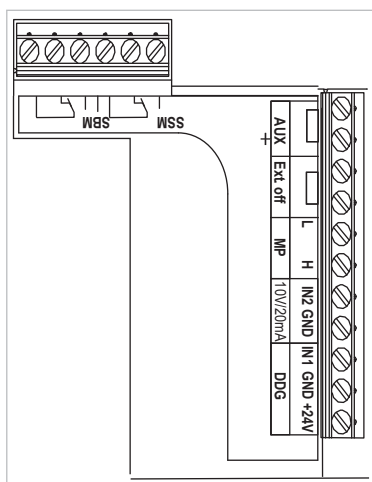

Fig. 25: Terminais de controlo
- Terminais de controlo (Fig. 25)